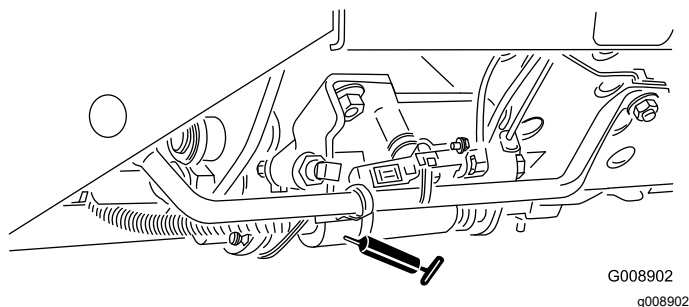

Рисунок 50
- Ползунок режима скашивания/транспортировки (Рисунок 50)